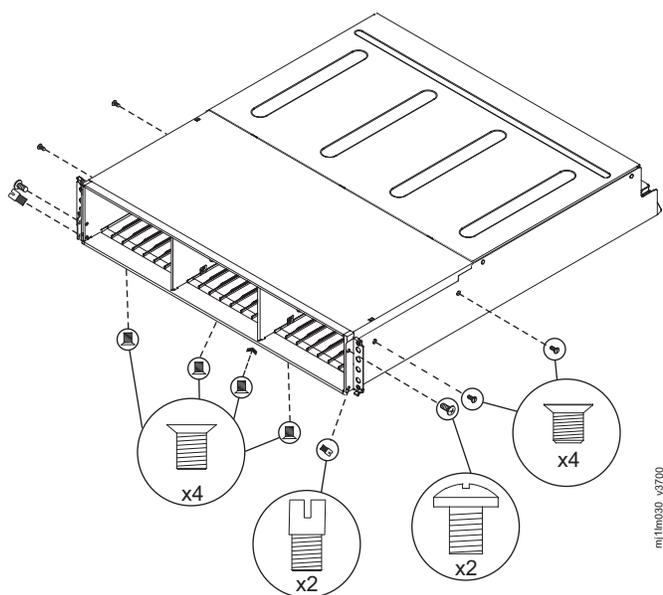

図 39. 拡張エンクロージャー・アセンブリーのねじの取り外し
12. エンクロージャーの底面から 4 つのねじを取り外します (204 ページの図 39 を参照)。前面付近にある 3 つのねじと中央付近にあるねじを取り外します。これらのねじに、取り外した場所を示すラベルを付けて、ねじをわきに置きます。
14. ミッドプレーン・アセンブリーをエンクロージャーに固定している 3 つのねじと 1 つのねじピン (右側) を取り外します (図 39 を参照)。これらのねじに、取り外した元の場所を示すラベルを付けて、ねじをわきに置きます。
15. ミッドプレーン・アセンブリーをエンクロージャーに固定している 3 つのねじと 1 つのねじピン (左側) を取り外します (図 39 を参照)。これらのねじに、取り外した元の場所を示すラベルを付けて、ねじをわきに置きます。図 4 を参照してください。